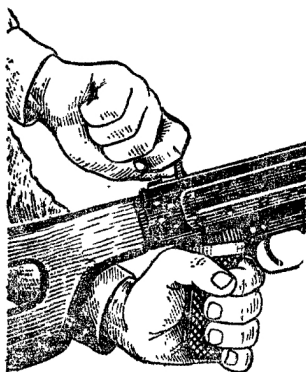

Рис. 6. Отделение направляющего стержня с возвратно-боевой пружиной
5) Отделить направляющий стержень с возвратно-боевой пружиной. Удерживая пулемет левой рукой за пистолетную рукоятку (пулемет ПКТ — за электроспуск), правой рукой подать вперед направляющий стержень до выхода его выступа из отверстия колодки приклада; приподнять задний конец направляющего стержня и извлечь его с возвратно-боевой пружиной из ствольной (рис. 6); снять возвратно-боевую пружину с направляющего стержнякоробки.